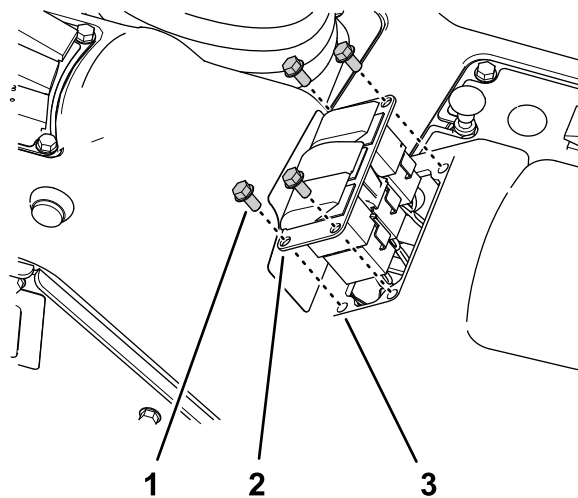

Рисунок 33
3 переключателями к пульту управления (Рисунок 33).
- Отсоедините 8-гнездовой разъем жгута проводов машины (с маркировкой **Rate Switch (переключатель интенсивности опрыскивания)**) от 8-штыревого разъема переключателя (**Рисунок 33**).
- Совместите заглушку переключателя с отверстием в панели с 3 переключателями, откуда был снят переключатель интенсивности опрыскивания (**Рисунок 33**).
- Вставьте заглушку переключателя в панель с 3 переключателями до срабатывания защелки, которая надежно зафиксирует заглушку в панели (**Рисунок 33**).